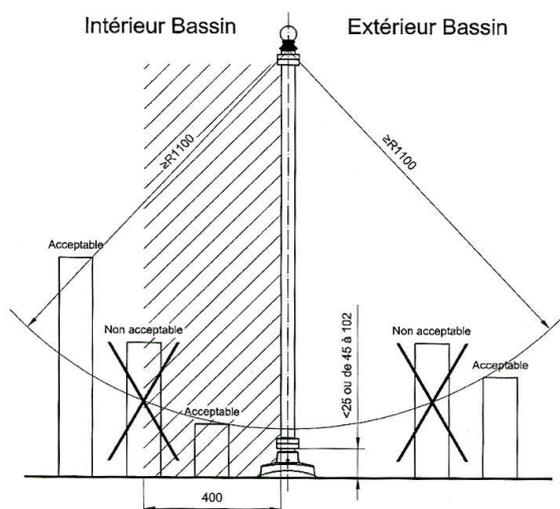

Figure 3. Périmètre de sécurité
Dans ce cas, ces murs ne doivent pas permettre un accès à la piscine par leur hauteur (minimum 1,10m entre points d'appui) ou leurs propres ouvertures (portes et fenêtres fermées par un dispositif à l'épreuve des enfants). Ces murs ne doivent pas présenter de point d'appui de part et d'autre du point de fixation de la barrière, voir 3.1, Figure 3 Périmètre de sécurité
- Sur le tracé que vous aurez choisi, vous devez obligatoirement proscrire la présence de tout point d'appui fixe (muret, ...) ou mobile (tricycle, ...) de part et d'autre de la barrière dans un rayon de 1,10 m (Cf. Figure 3).
La barrière est implantée au minimum à 1m du plan d'eau et au maximum en limite zone dédiée à l'usage de la piscine en prenant en compte les possibilités de franchissements offerts par les éléments existants et les exigences reprises dans la figure 3 chapitre 3.1